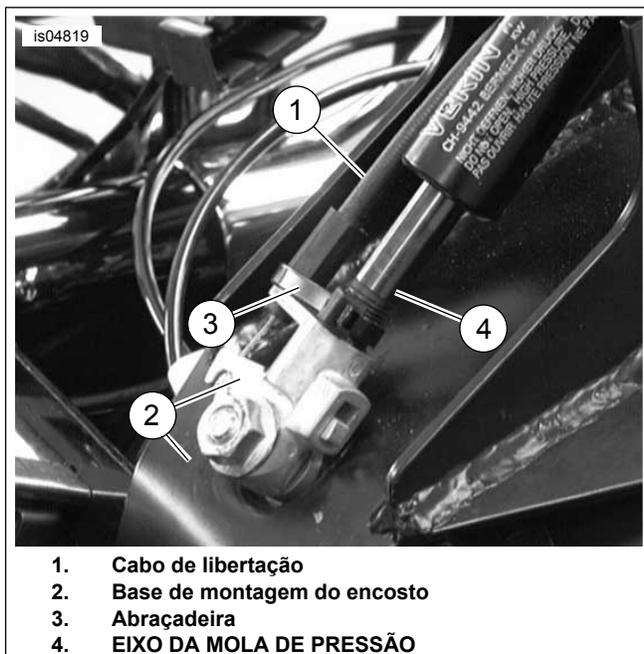

Figura 6. Fixar o Cabo à Base de Montagem do Encosto
12. Ver a Figura 6. Fixe o cabo de desengate (1) ao suporte de montagem do encosto (2), conforme indicado. Fixe cuidadosamente o cabo no eixo da mola de pressão (4) com a correia do cabo incluída (3). Não aperte demasiadamente a cinta do cabo.